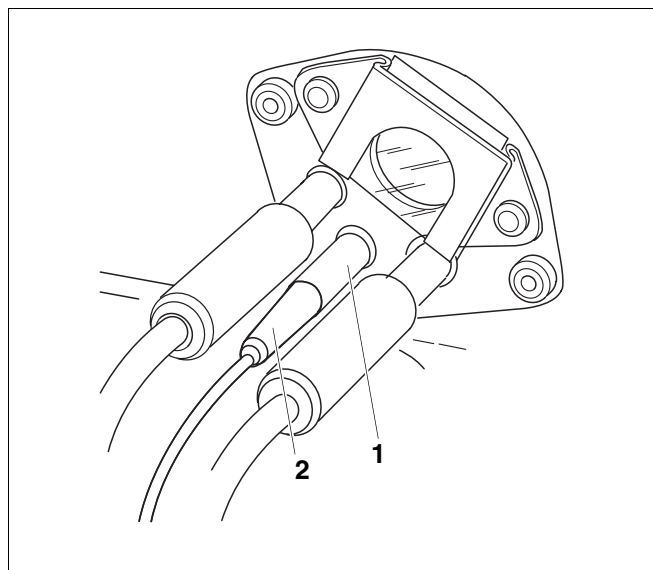

Fig. 30 Débranchement du câble d'ionisation
- Débranchez le câble d'ionisation (fig. 30, **pos. 2**) de l'électrode d'ionisation (fig. 30, **pos. 1**).